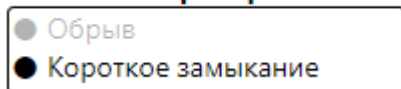

Рисунок 14 — Область «Состояние преобразователя»
3.3.10 В случае отключения контроля обрыва или короткого замыкания линии связи с первичным преобразователем в параметрах преобразователя, индикатор соответствующего параметра в области «Состояние преобразователя» окрашивается в серый цвет (см. рисунок 14).